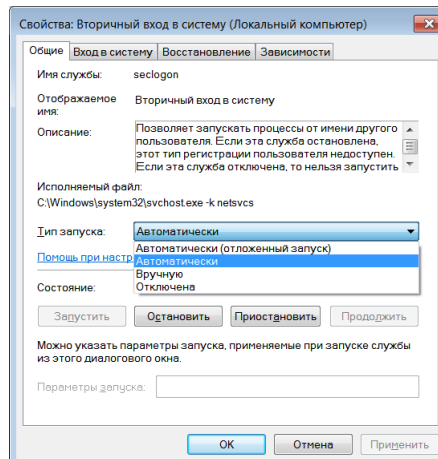

Рис. 3.2. Настройка автоматического запуска
- 1.3. В открывшемся окне *Свойства: вторичный вход в систему* в раскрывающемся списке *Тип запуска* выберите пункт *Автоматически* (Рис. 3.2) и нажмите кнопку *ОК*.